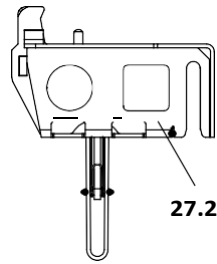

Fig. A10.07
1. Вкарайте свързката (27.1) с прорязания болт в надл. трегер SLT 225 (основен ред) и затегнете на ръка. (Fig. A10.07)